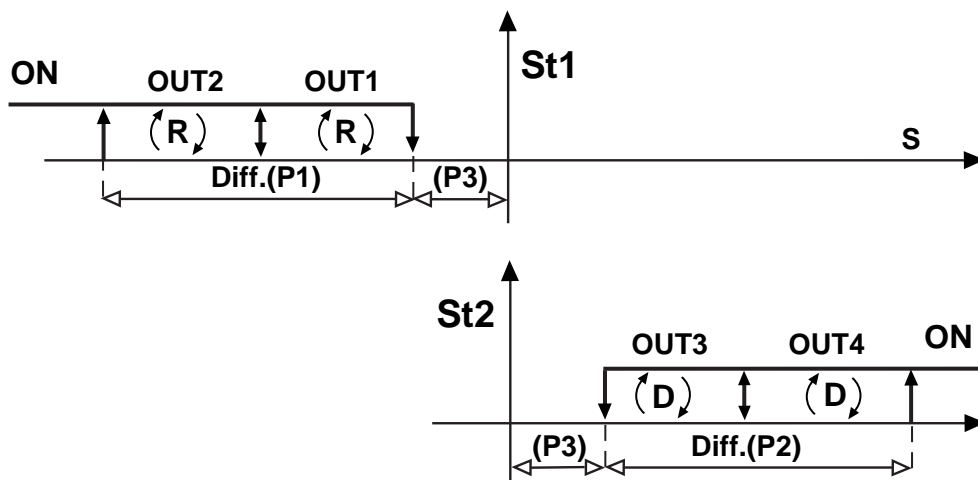

Fig.34
**2- Dans les Modes 3, 4 et 5**, posant C33=1 la régulation se 'dédoupe' comme représenté dans la figure 34.
**2- In den Modi 3, 4 und 5** setzen Sie C33=1, dann teilt sich die Regulierung wie in Abbildung 34. Um am Ende die Schaltdifferenzen mit getrennten Direkt- und Reverse-Ausgängen zu erhalten, setzen Sie in den Modi 3, 4 und 5 die ABHÄNGIGKEIT auf St1 der Reverse-Ausgängen und auf St2 der Direkt-Ausgängen. Verwendung der zwei Schaltdifferenzen P1 und P2. St2 ist nicht sichtbar und wird immer gleich dem St1-Wert eingestellt. Dies ist nicht mehr richtig bei C33=1: St2 ist sichtbar und unabhängig und muß vom Benutzer eingestellt werden.